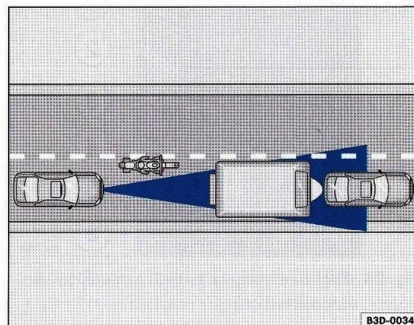

Fig. 31 Motociclistul se găsește în afara zonei de acțiune a senzorilor radar.
- când traficul se desfășoară în ritm rapid ⇒ fig. 31
Autovehiculele care vă depășesc pot fi recunoscute de senzor numai când intră în raza de acțiune a acestuia ⇒ fig. 31. Acest lucru este valabil în special pentru vehiculele înguste, de ex. motocicletele. Acestea nu sunt recunoscute de senzor dacă nu intră în raza lui de acțiune.